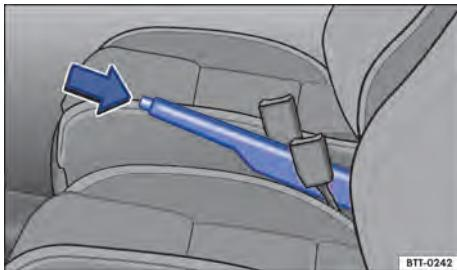

Fig. 114 Entre os bancos dianteiros: freio de estacionamento.
- Puxar a alavanca um pouco para cima e pressionar o botão bloqueador ⇒ Fig. 114 (Seta).